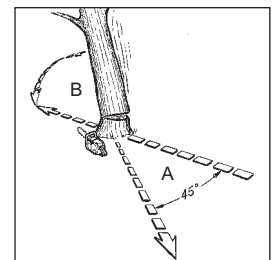

Bild. 10A
**ПРЕДУПРЕЖДЕНИЕ:** при приближении основного пропила к шейке дерево должно начать падать. Когда дерево начнет падать, вытащите пилу из пропила, выключите двигатель, положите пилу и покиньте опасную зону по заранее намеченному пути (рис. 10A).